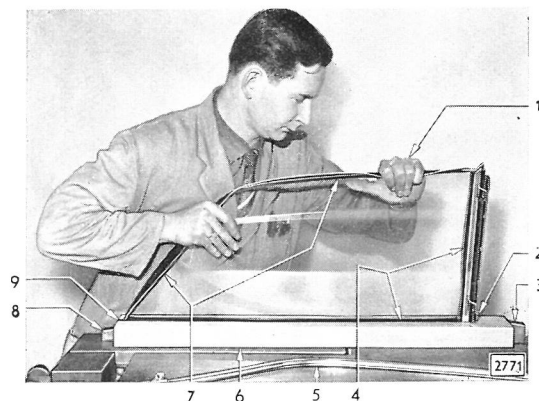

Bild 27 - Glasscheibe mit Gummifassung in unteren Fensterrahmenteil hineindrücken
6. Das Aufnahmeholz ist in den folgenden Bildern auf einer Hobelbank festgespannt (Bild 27 und 28).
9. Glasscheibe und Gummifassung mit unterem Fensterrahmenteil im Aufnahmeholz zusammendrücken (Bild 27).